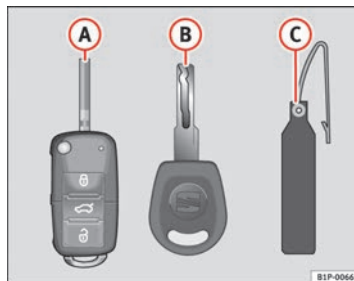

Abb. 45 Schlüsselsatz
- einem Funkschlüssel ⇒ Abb. 45 (A)
- einem Schlüssel ohne Funk-Fernbedienung (B)
- einem Kunststoffanhänger* (C).